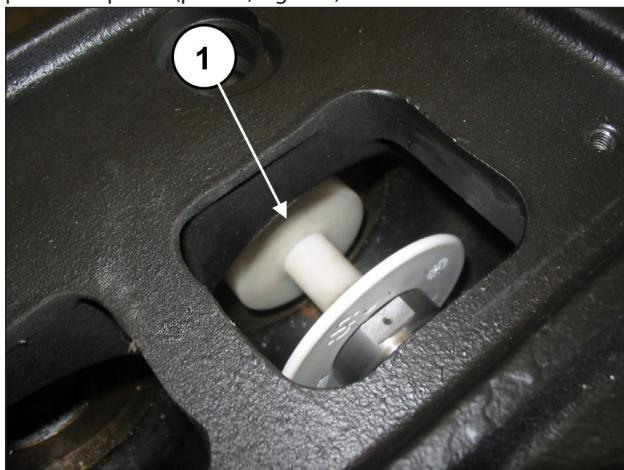

Fig. 113
Insira a ferramenta do tampão cód. 27516600 entre a guia do pistão e o pistão (pos. ①, Fig. 113).